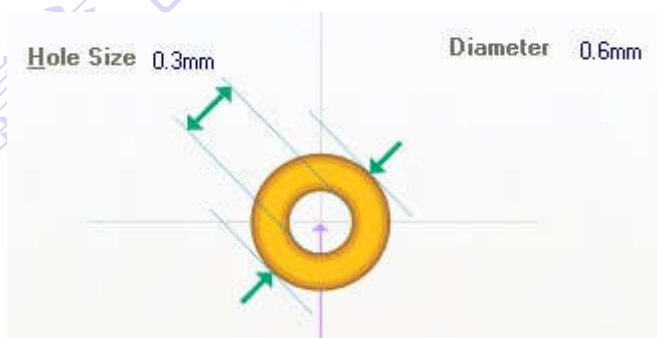

图 80
31) 图 80 为行业内最为标准的过孔设计, 孔是 0.3mm 焊盘为 0.6mm, 请问单边焊环是多大 (B)